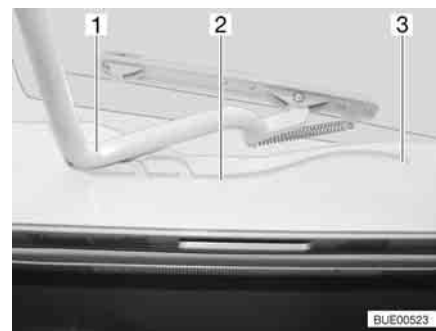

Fig. 37 Oblò Heki, guida
- Tirare la staffa (Fig. 37,1) nelle guide (Fig. 37,2) fino alla posizione più all'indietro (Fig. 37,3).
- Spingere la staffa (Fig. 37,1) leggermente verso l'alto con ambedue le mani.
- Tirare la staffa nelle guide (Fig. 37,2) fino alla posizione desiderata.